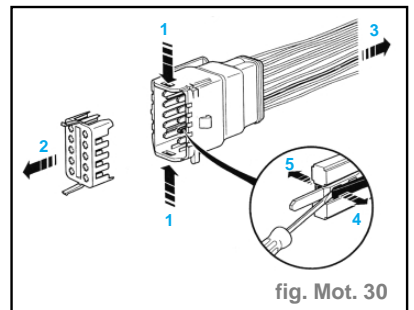

fig. Mot. 30
- À l'aide d'un tournevis, écarter l'autre languette et la cosse peut sortir du connecteur. (fig. Mot. 30)